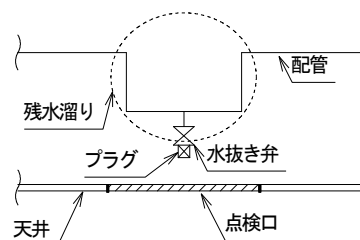

図4-4 排水溜りとなる部分
- ・排水溜りとなる部分には、水抜き弁と点検口を設置してください。(図4-4参照)